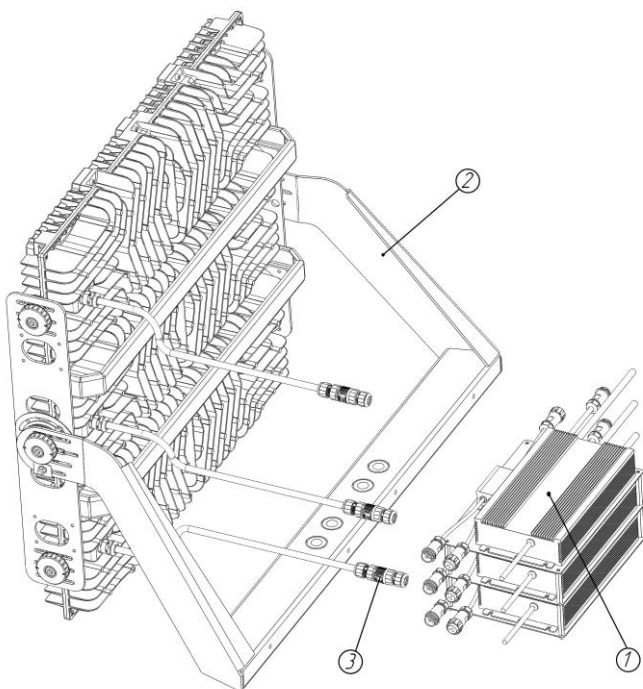

Рисунок 10.3 Подготовка прожектора к монтажу.
- Установить оптическую часть прожектора (поз.2), закрепив лиру на установочные отверстия (рисунок 10.3);